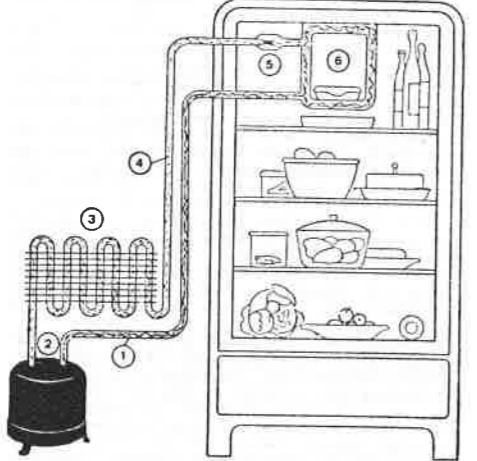

Bild 1. Kompressorprinzip: 1 = Kühlmittel (gasförmig), 2 = Kompressor, 3 = Kondensator, 4 = Kühlmittel (flüssig), 5 = Einspritzventil, 6 = Verdampfer
Solche Kühlschränke bezeichnet man als **Kompressor** (Prinzip s. Bild 1).
E. Dittler: Elektrisch Kühlen, 2. Aufl., Broschüre, 30 Seiten. Herausgegeben von Verlags- und Wirtschaftsges.- der E-Werke Frankfurt am Main, der auch die Bildvorlagen für Bild 1 und 2 entnommen wurden.